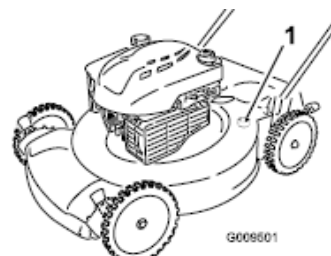

Figure 30
4. Wąż wyposażony w szybkozłącze podłączyć do przyłącza umieszczonego na górnej powierzchni korpusu kosiarki (Fig. 30)